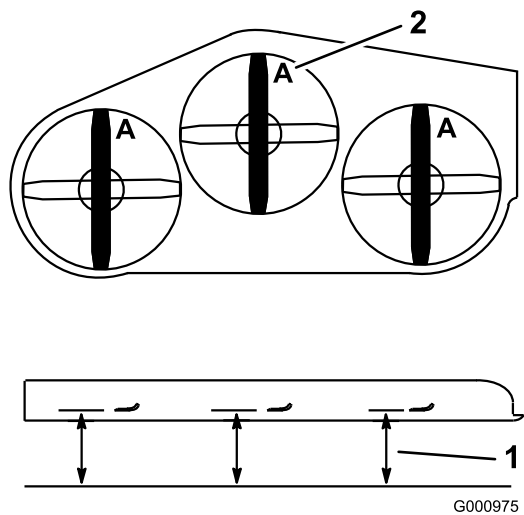

Figure 95
4. Mesurez au point A et entre la surface plane et le bord coupant des pointes des lames (Figure 95).